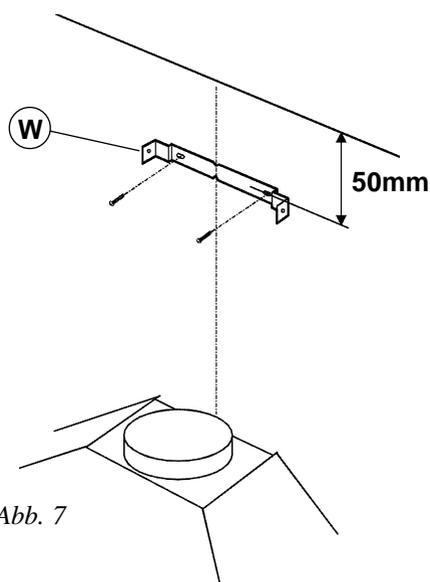

Abb. 7
Benutzen Sie die Bohrschablone, um die Dübel in der Wand anzubringen, wobei der Abstand zwischen der Haube und dem Kochfeld mindestens 65 cm betragen muß. Nun kann das Gerät mit den Schlüssellochöffnungen in der Geräterückwand in die Schrauben eingehängt werden (A). Zusätzlich wird das Gerät durch die Sicherungslöcher fest mit der Wand verschraubt (B). Um das Gerät nicht zu beschädigen, dürfen nur die vom Hersteller vorgesehenen Bohrungen benutzt werden. Positionieren Sie die Halterung (W) 50 mm von der Decke entfernt, vertikal oberhalb der Haube unter Zuhilfenahme der Schlitze in der Mitte der Halterung (Abb. 7). Markieren Sie mit einem Filzstift die beiden Bohrlöcher an der Wand. Führen Sie die Bohrungen aus und stecken Sie die mitgelieferten Dübel in die Bohrlöcher. Befestigen Sie die Halterung mit den beiden mitgelieferten Schrauben.